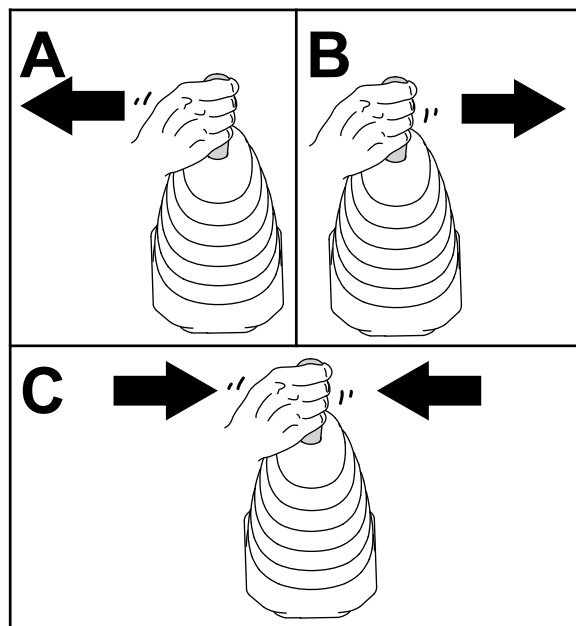

Figure 49
6. Poussez le levier multifonction de la chargeuse à gauche, à droite, puis ramenez-le à la position POINT MORT pour évacuer la pression au niveau des raccords hydrauliques (Figure 49).